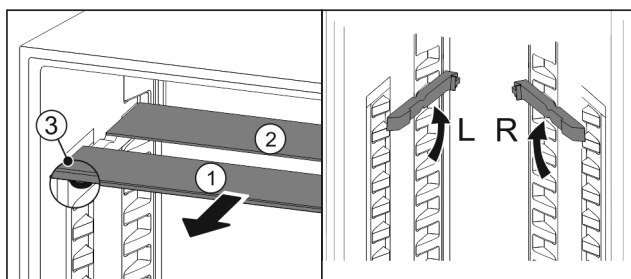

Fig. 19
- ▶ Vytiahnite sklené dosky jednotlivo dopredu Fig. 19 (1).
- ▷ Sklená doska Fig. 19 (1) s ozdobnou lištou leží vpredu.
- ▷ Zarážky Fig. 19 (3) ukazujú nadol.